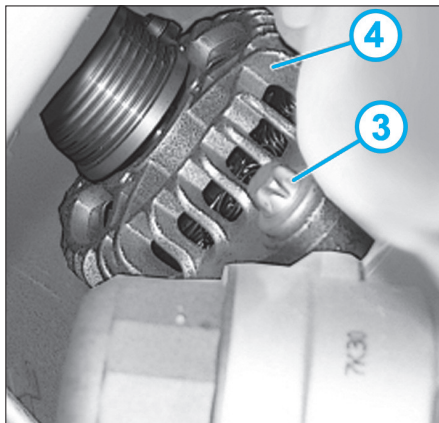

Fig. 9
- Déposer la vis inférieure (3) de l'alternateur (Fig.9).
- Récupérer l'alternateur (4).